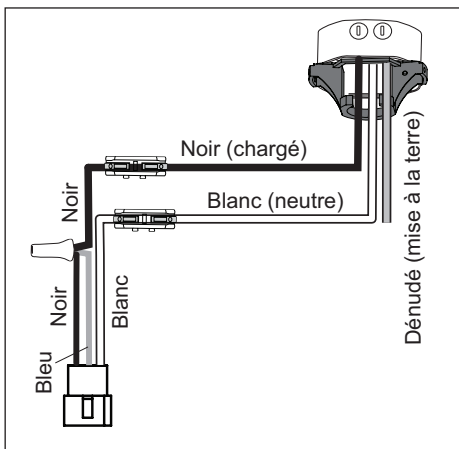

Figure 5.1
1. Effectuez les connexions de câbles suivantes conformément au schéma et aux étapes suivantes (Figure 5.1):